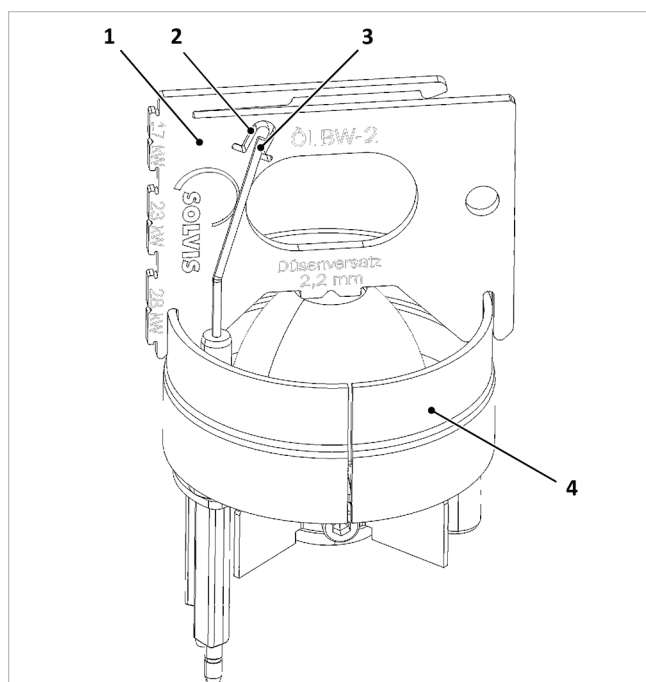

Fig. 142 : contrôle des électrodes d'allumage
1. Contrôler la position des électrodes (3) conformément à la → fig. 142 et la corriger par torsion le cas échéant.
2. Contrôler la longueur minimale. L'extrémité inférieure de la fenêtre de contrôle (2) du gabarit de réglage indique la longueur minimale des électrodes d'allumage. Si les électrodes ne sont plus qu'un peu plus longues, elles doivent être remplacées.